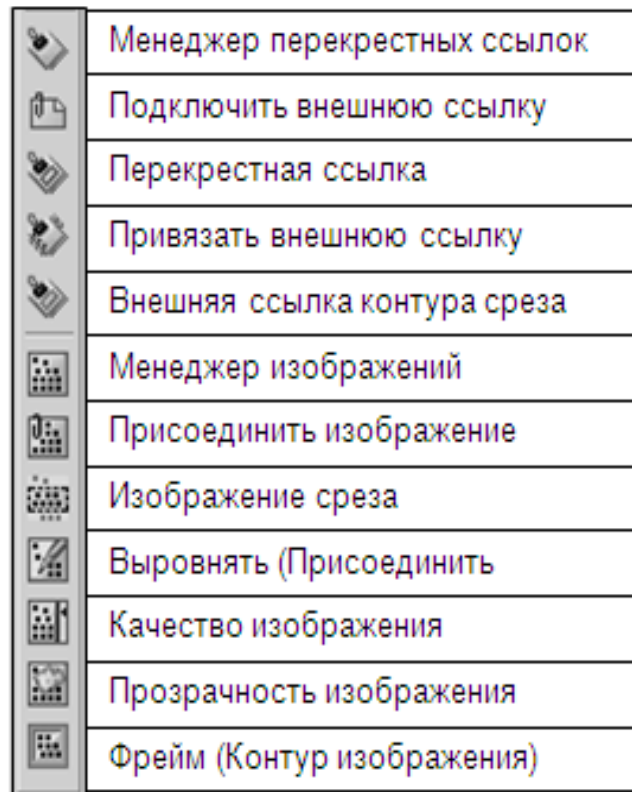

Рис. 60
3. При помощи инструмента **ССЫЛКИ**, используемого для добавления в рисунок внешних ссылок (рис. 60).